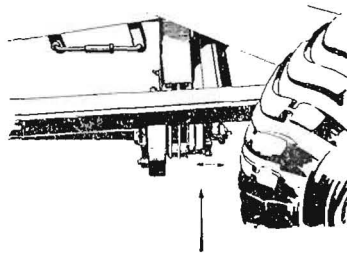

Bild 16
4. Kurbelwelle durch Ausrücken der Kupplung stillsetzen (Bild 16).